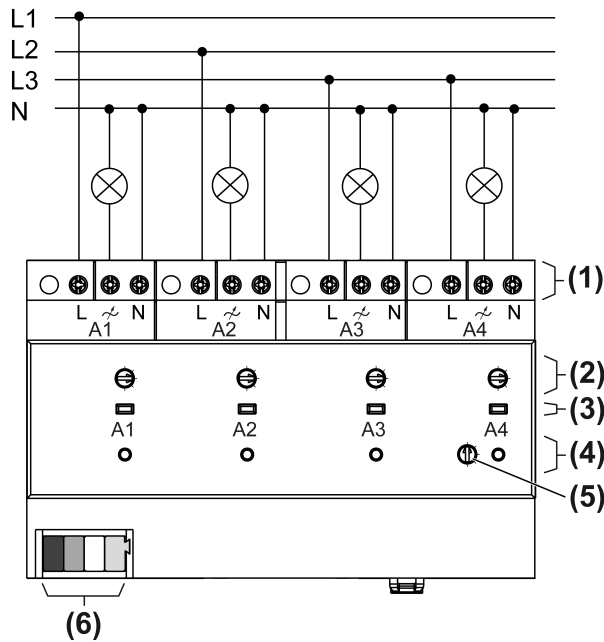

Bild 2: Anschlussbeispiel Ausgänge
- Lasten gemäß Anschlussbeispiel anschließen (Bild 2)